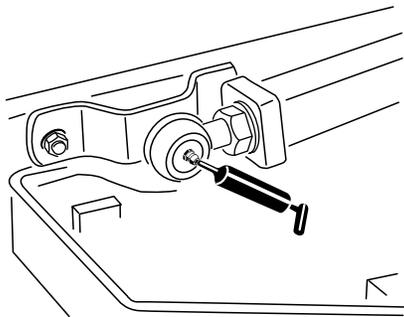

Figura 41
- Rótulas esféricas do braço de elevação (2) (Figura 41)